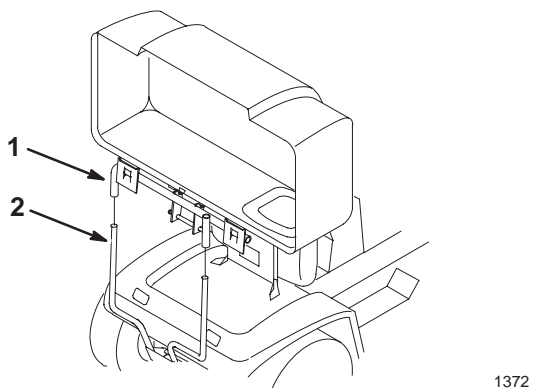

Figure 26
4. Le couvercle étant ouvert, soulevez le haut du dispositif de ramassage avec précaution et placez-le sur le support de fixation rapide (Fig. 26).